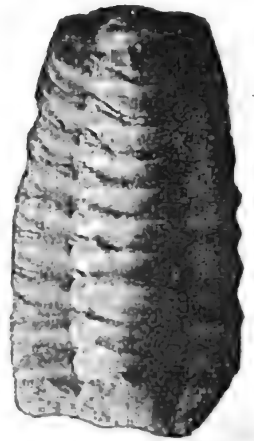

Fig. 122. — Trilobite (fossile des terrains primaires).
**4. Terrains primaires.** — Ils reposent directement sur la croûte primitive; ils affleurent en certains points à la surface du sol, comme en Bretagne, dans les Pyrénées et dans les Alpes (*fig. 129*). — Les fossiles qu'on y trouve sont des *crustacés* appelés **trilobites** (*fig. 122*), des *poissons* et des *batraciens*. On n'y rencontre ni mammifères ni oiseaux.